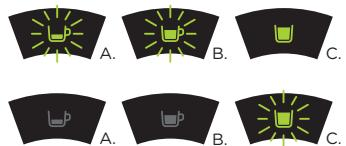

Abb. 19: Programmierung der Taste für Tee.
- Drücken Sie danach die Taste für Tee, bis die Leuchtanzeigen der Tasten für den kleinen und großen Espresso zu blinken beginnen. Drücken Sie danach erneut die Taste für Tee (siehe **Abb. 19**). Die Leuchtanzeigen der Tasten für den kleinen und großen Espresso erlöschen.